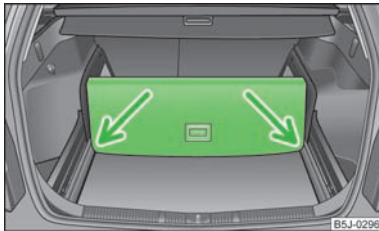

Abb. 48
- Den Teil mit der Halterung anheben und diesen durch Einschieben in die mit Pfeilen gekennzeichneten Nuten sichern » Abb. 48.